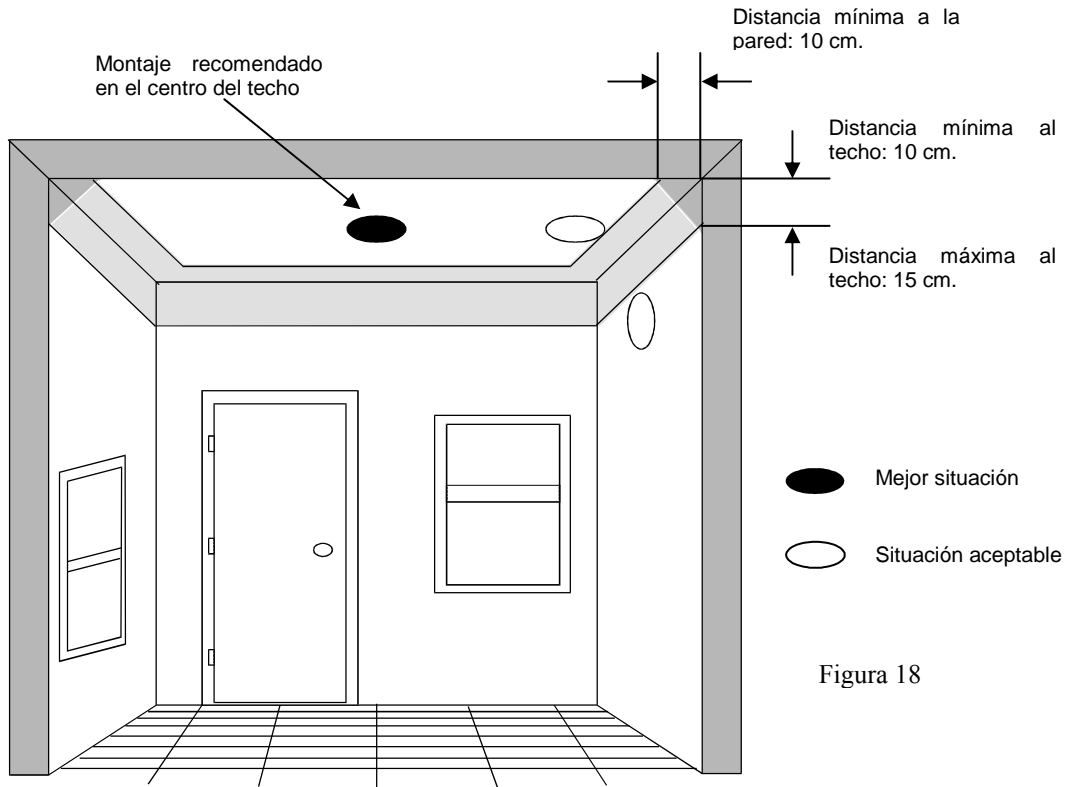

Figura 18
- Instale el detector en el techo, lo más centrado posible. Si no es posible montarlo centrado, se puede desplazar por el techo. Nunca monte el detector de incendio a una distancia inferior a 10 cm de cualquier pared o esquina (figura 18).
- Si no es posible montar el detector en el techo, lo puede montar en paredes interiores, a una distancia de entre 10 y 15 cm del techo (figura 18).